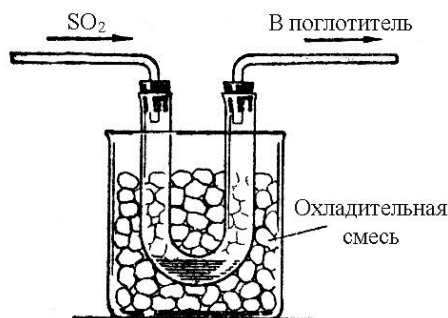

Рис. 32. Сжижение оксида серы (IV)
1. Написать структурные формулы оксидов серы (IV) и (VI). Показать характер химических связей, тип гибридизации.
2. Объяснить отличительные особенности свойств оксидов серы (IV) и (VI). Написать уравнения реакций.
3. Назвать способы получения оксидов серы (IV) и (VI) в лабораторных условиях и в промышленности. Написать уравнения реакций.
4. Привести примеры, подтверждающие окислительно-восстановительный характер свойств оксида серы (IV) и его гидроксида.
Приборы и посуда. 1) Технохимические весы с разновесом. 2) Прибор для получения оксида серы (IV) по рисунку 23. 3) Горелка. 4) Штатив с кольцом и лапкой. 4) Водяная баня. 6) Термометр на 10–100 °С. 7) Стекло- ванна. 8) Воронка Бюхнера. 9) Колба Бунзена. 10) Предохранительная склянка. 11) Водоструйный насос. 12) Банки с пробками (2 шт.). 13) Стаканы на 200, 100 и 50 мл. 14) Воронка. 15) Колба на 100 мл. 16) Широкие пробирки с пробками (2 шт.). 17) Штатив с пробирками. 18) Цилиндр. 19) Тугоплавкая трубка с шариком посередине. 20) U-образная трубка и две пробки с трубками (рис. 32). 21) Капельная воронка. 22) Стекло- ванна. 23) Фарфоровая ступка с пестиком. 24) Фарфоровая чашка. 25) Асбестовая сетка. 26) Железная ложечка для сжигания веществ. 27) Щипцы тигельные. 28) Ложка.